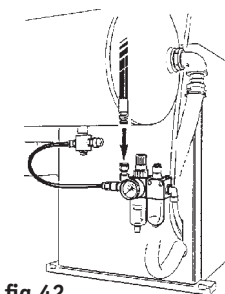

fig.42
- Collegare il tubo dell'aria di linea sul raccordo del gruppo filtro (ved. fig.42).
- Connect the air line hose to the connector on the filter unit (see fig.42).